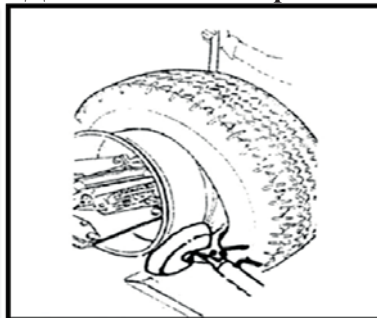

Рис. 10-3
7. Вращайте колесо против часовой стрелки, чтобы полностью снять внешний борт шины с колеса (рис. 10-3).